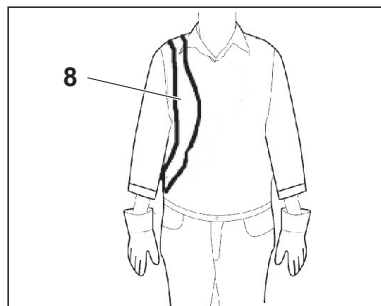

Fig. 6
1. Soulevez l'appareil puis, tout en le tenant solidement, passez le harnais sur votre épaule droite (fig. 6).